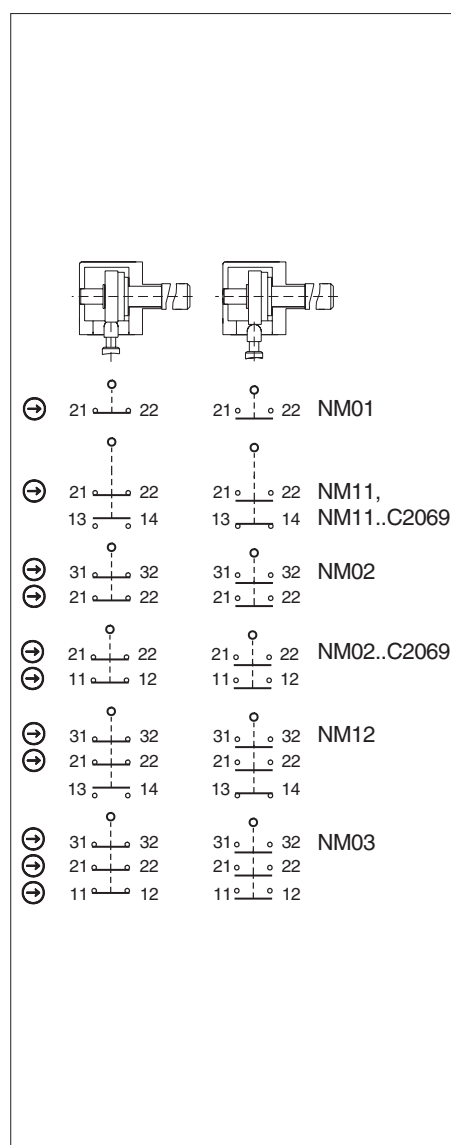

Bild 3: Schaltelemente und Schaltfunktionen
Es muss mindestens ein Kontakt  $\rightarrow$  verwendet werden. Dieser signalisiert die Stellung der Schutzeinrichtung (Kontaktbelegung siehe Bild 3).
3. Anschließen und Klemmen mit 0,5 Nm anziehen (Kontaktbelegung siehe Bild 3).